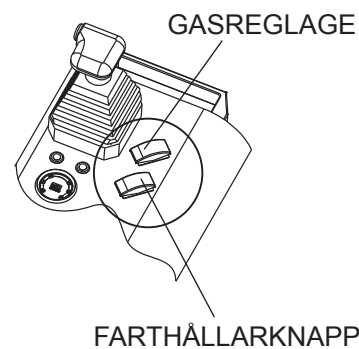

Bild 14. Farthållarknapp
1. Tryck på farthållarknappen (Bild 14) för att aktivera farthållaren. Farthållarknappens LED-indikatorlampa tänds när farthållaren är aktiv.